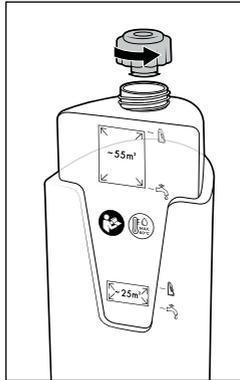

Fig. 7
- ◆ Rotiți rezervorul de apă curată **11** și deșurubați capacul (a se vedea fig. 7).